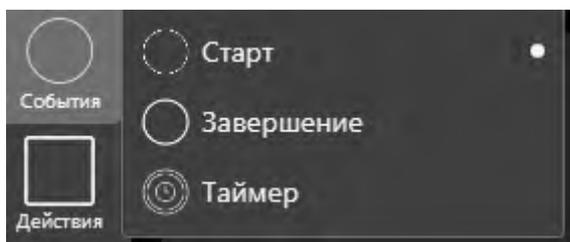

Рисунок 3.4 – Выделение элемента в панели инструментов
- 1) Выделите элемент в панели инструментов нажатием левой кнопки мыши, при этом напротив него появится символ  (рисунок 3.4).